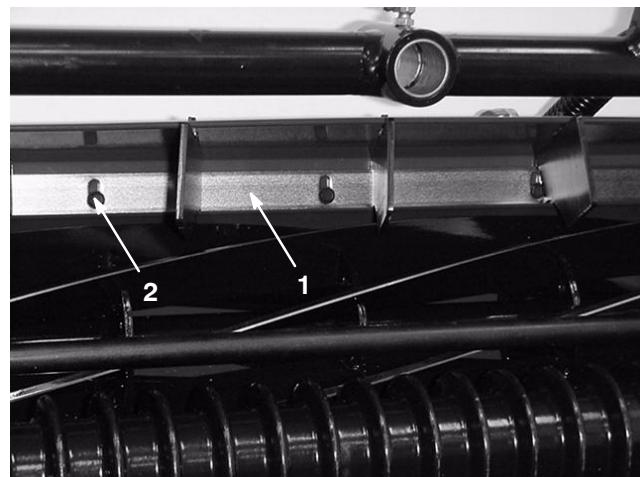

Bild 4
1. Lockern Sie die Schrauben, mit denen die Schnittleiste befestigt ist (Bild 4). Setzen Sie eine 2 mm Führerlehre oben zwischen die Spindel und die Schnittleiste.